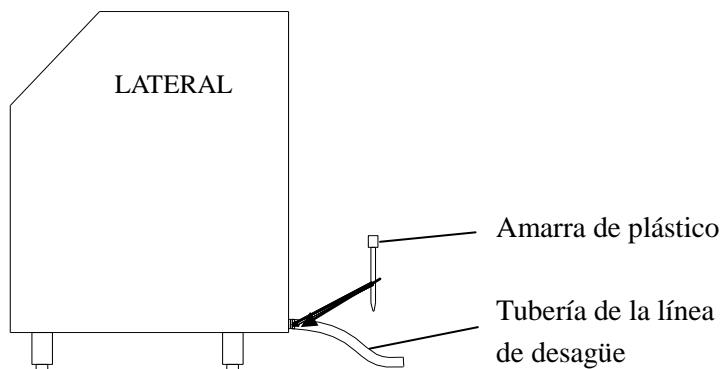

Fig.4
4. Usar la abrazadera de manguera o las amarras plásticas incluidas para asegurar la tubería de la línea de desagüe y proveer un sellado hermético (Fig.4).